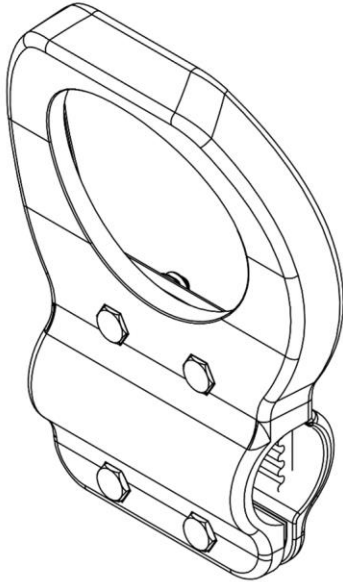

Fig. 2a
- fig. 2a – uchwyt w widoku perspektywicznym z przodu od góry w drugiej odmianie;